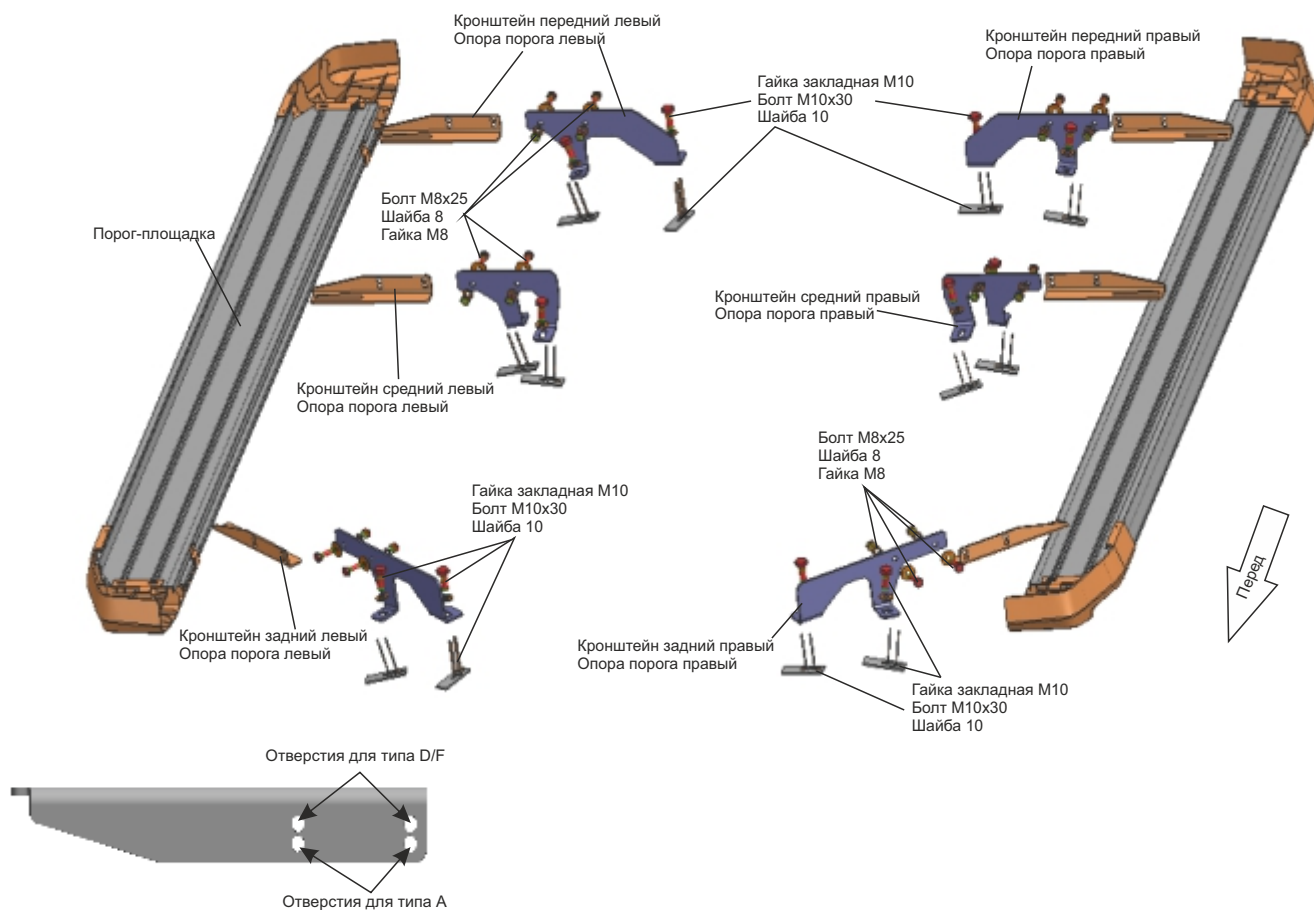

Рис. 1
4. Скрепить между собой опоры порога и кронштейны болтами M8x25 с шайбами 8 и гайками M8. (Рис.1, Рис. 6)